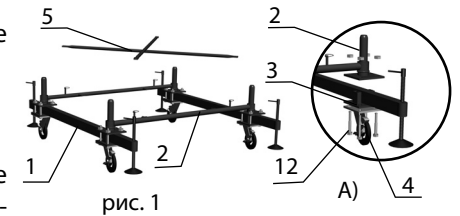

рис. 1
- Установить две балки базы (1) на винтовые домкраты. При помощи комплекта крепежа колес (12), к гантели базы (2) присоединить поворотные колеса (4) и нижние опоры базы (3) (рис. 1 А).
- Установить гантель базы флажковыми замками (A) внутри. На верхние флажковые замки гантели базы, установить стяжки базы (5) (рис. 1). При помощи винтовых домкратов выровнять вышку по горизонтали.